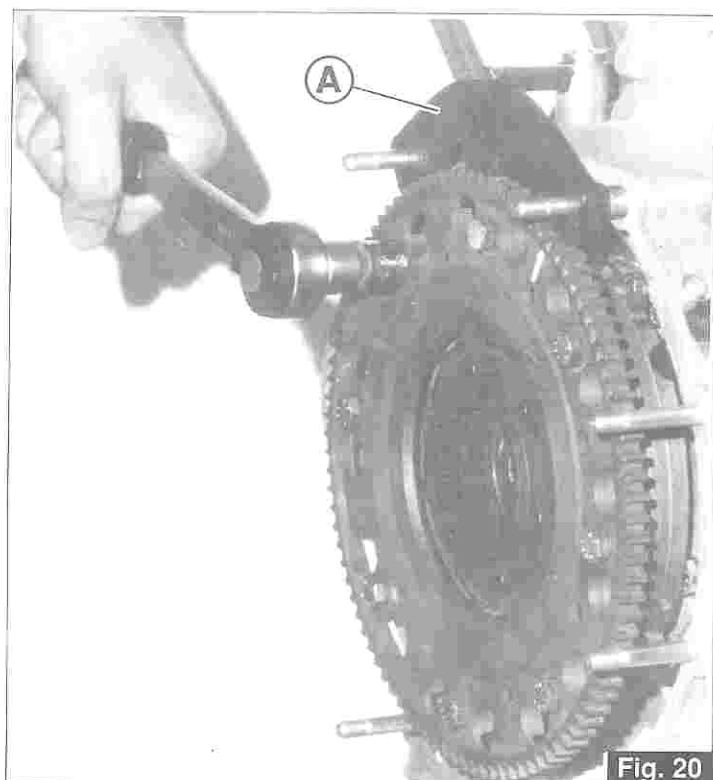
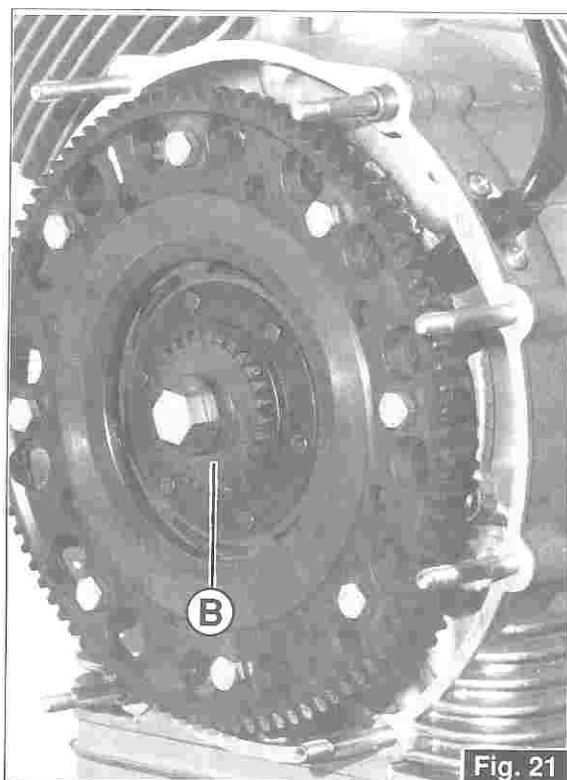

Fig. 20
Fig. 21
- Utilizzando l'apposito attrezzo «A» (fig. 20) cod. 12 91 18 01 di bloccaggio della corona avviamento, svitare le 8 viti di tenuta e togliere la corona avviamento e i dischi frizione, dopo aver montato l'apposito attrezzo «B» (fig. 21) cod. 30 90 65 10 per compressione delle molle frizione.
- Using the appropriate tool A (fig. 20) cod. 12 91 18 01 to lock the starting ring gear, unscrew the 8 seal screws and remove the starting ring gear and the clutch discs, after fitting the appropriate tool «B» (fig. 21) cod. 30 90 65 10 to compress the clutch springs.